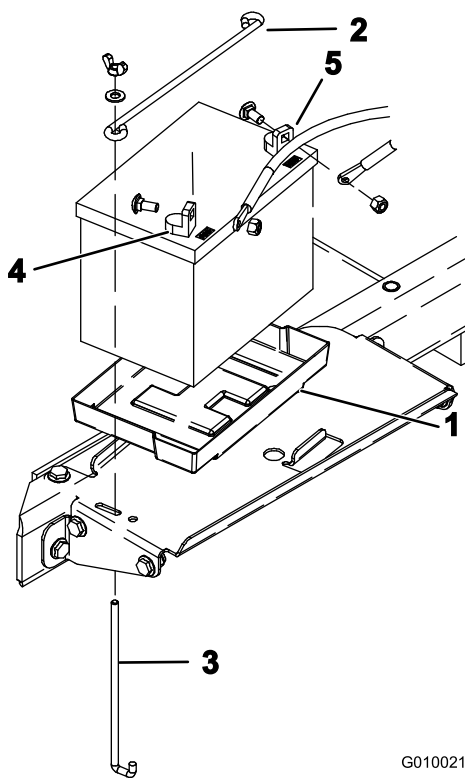

Figura 6
8. Introduza a bateria no tabuleiro do compartimento da bateria (**Figura 6**). Posicione a bateria de forma a os terminais fiquem para fora.
9. Fixe a bateria à base do compartimento com uma barra de bateria, 2 barras de fixação, 2 anilhas planas e 2 porcas (**Figura 6**).
10. Primeiro, fixe o cabo positivo (vermelho) no terminal positivo (+) com um parafuso de carroçaria e uma porca (Figura 6), depois o cabo negativo (negro) no terminal negativo (-) da bateria com um parafuso de carroçaria e uma porca (Figura 6). Coloque a proteção de borracha sobre o terminal positivo para evitar um curto-circuito.